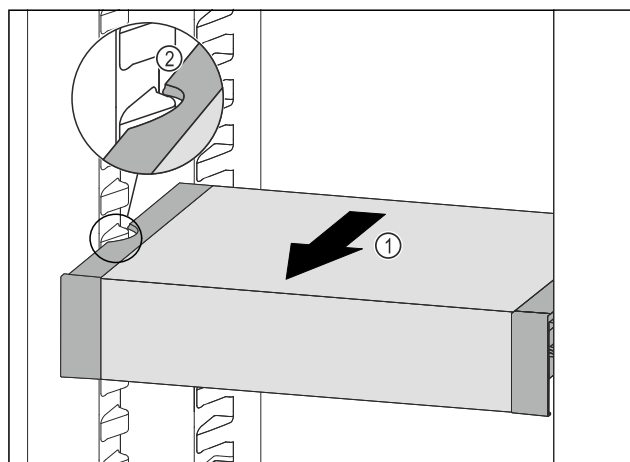

Fig. 142
- ▶ Predal VarioSafe povlecite naprej Fig. 142 (1), dokler nista stranska izreza predala VarioSafe na višini nastavka za posodo v hladilniku. Fig. 142 (2)